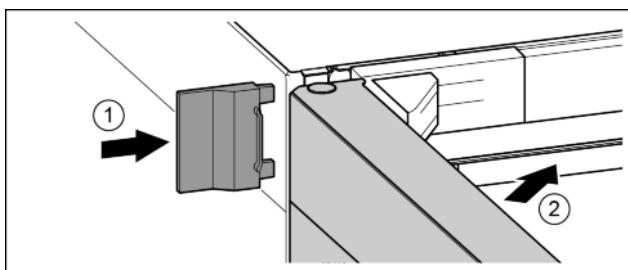

Fig. 26
- Надвинуть внешнюю крышку. Fig. 26 (1)
- Закрыть верхнюю дверь. Fig. 26 (2)